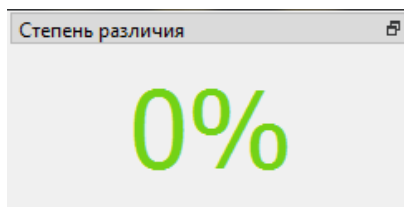

Рисунок 5. Элемент интерфейса показывающий процент различия ВАХ двух элементов
- В разделе степень различия (рисунок 5) указывается различие между двумя сравниваемыми ВАХ, где 100% – это полностью различные ВАХ, а 0% – абсолютно одинаковые ВАХ.